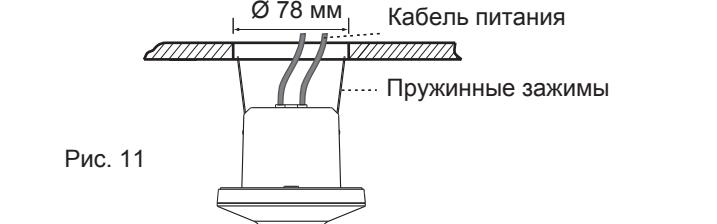

Рис. 11
- 3.4.2.4 Закройте два пружинных зажима датчика и вставьте датчик в просверленное отверстие на потолке (см. рис. 11).